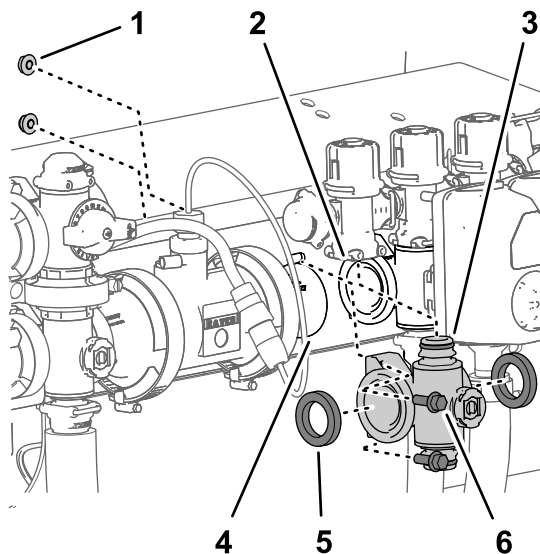
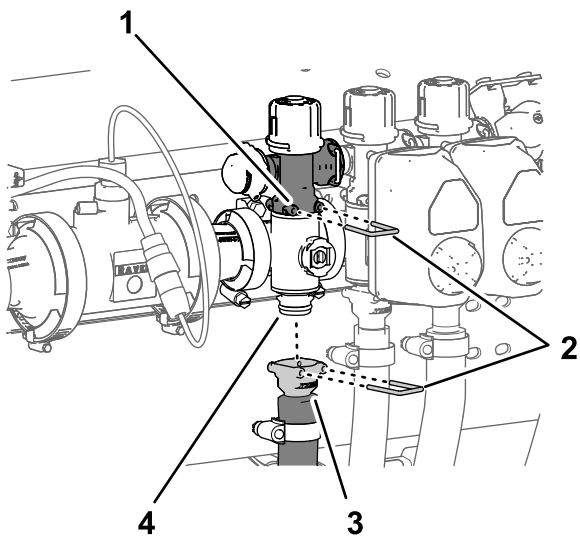

Figure 113
Figure 114
1. Alignez les 2 joints que vous avez retirés à la section Dépose de la valve de collecteur de section (page 82) et les brides du collecteur de vanne de section (Figure 113).
2. Alignez la bride du collecteur de vanne de section entre les brides des autres vannes de section et/ou adaptateur d'accouplement (Figure 113).
3. Fixez le raccord rapide du collecteur de vanne de section au raccord rapide femelle de la vanne de dérivation de section à l'aide d'un l'étrier de fixation (Figure 113 et Figure 114).
5. Pour les collecteurs de vanne de section gauche et droit, fixez le collecteur de vanne de section au support de vannes (Figure 113) à l'aide des 2 boulons à embase ($\frac{1}{4}'' \times \frac{3}{4}''$) et des 2 contre-écrous à embase ($\frac{1}{4}''$) que vous avez
8. Fixez le raccord rapide du flexible de section au raccord rapide du collecteur de vanne de section à l'aide de l'étrier de fixation (Figure 114).